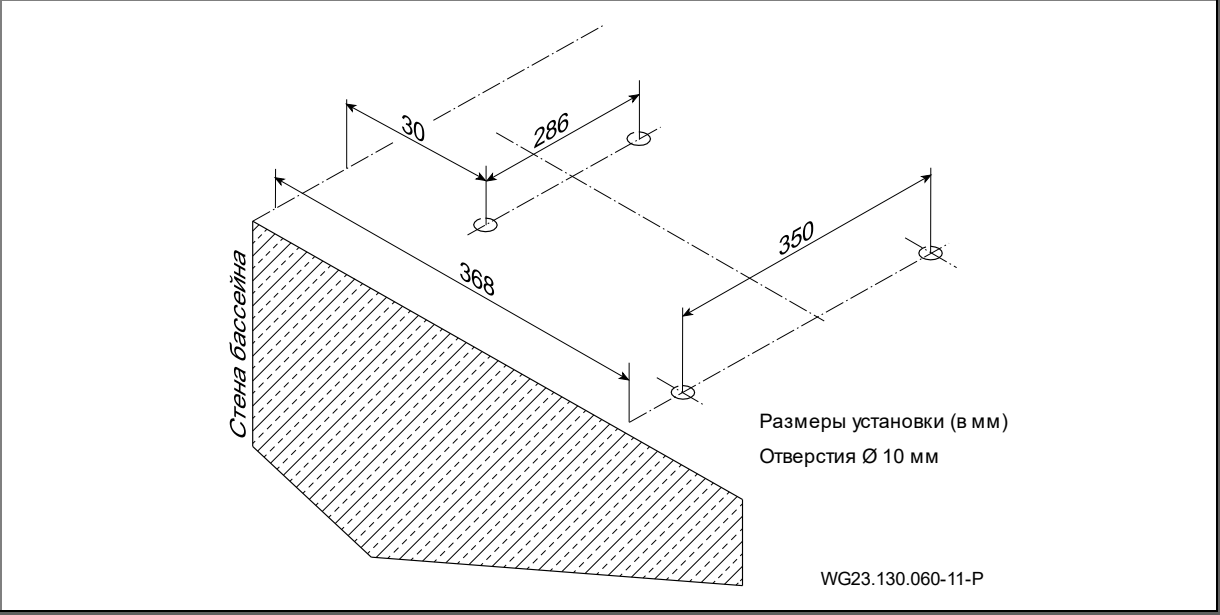
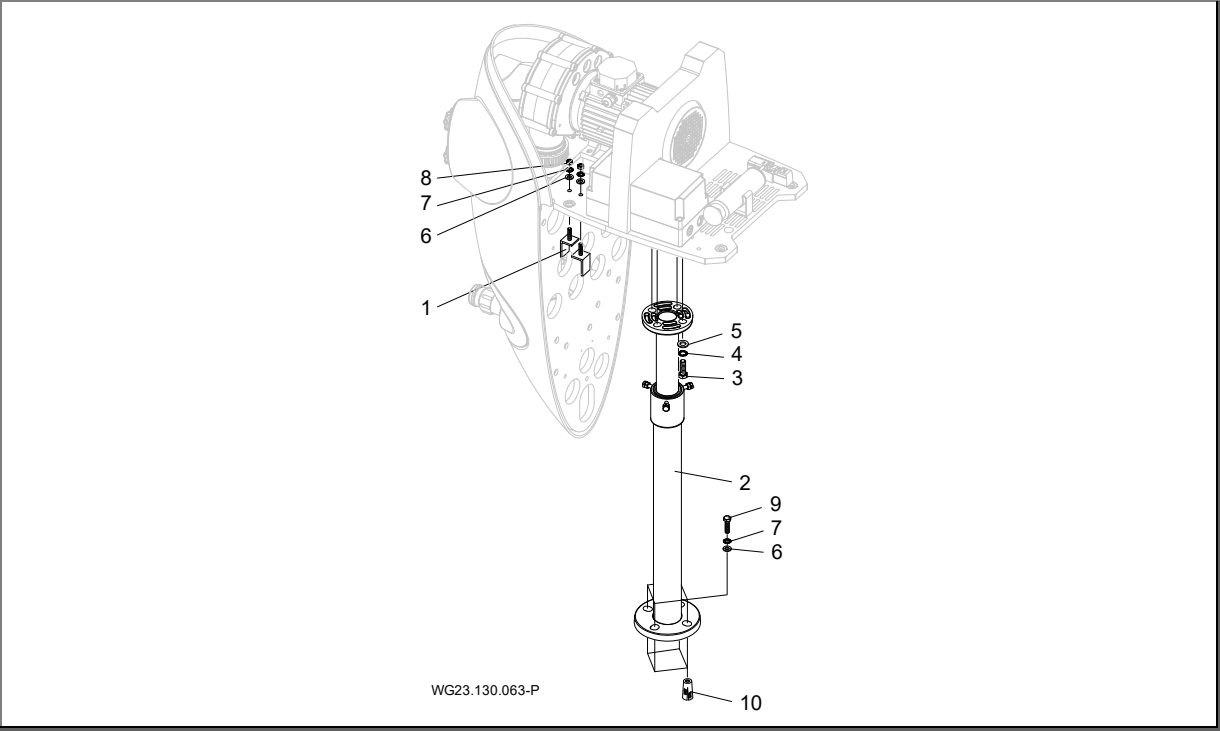
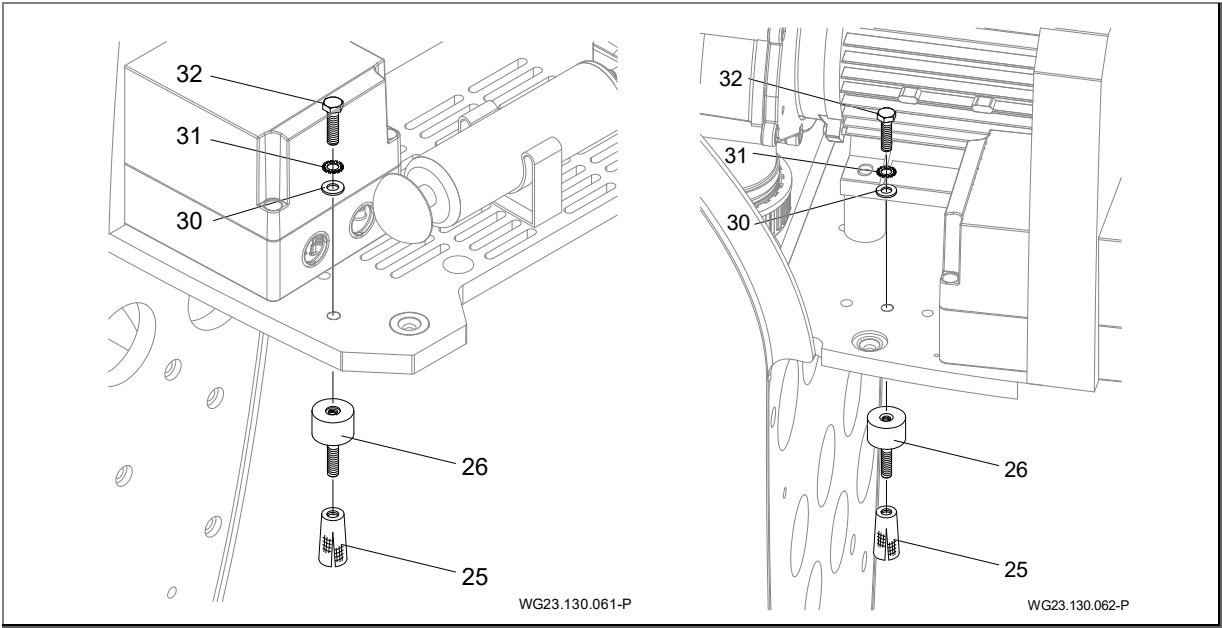

Рис. 99
Рис. 100
Рис. 101
- Место расположения следует выбрать и подготовить согласно "Рис. 99" на стр. 170. Место расположения следует выбрать и подготовить согласно. См. "Рис. 100" на стр. 170.
- Приподнимите установку и просверлите в размеченных местах отверстия диаметром Ø 10 мм. См. "Рис. 99" на стр. 170.
- Вставьте распорный дюбель (25) и навинтите резино-металлический буфер (26). См. "Рис. 101" на стр. 171.
- Разместите установку на резино-металлических буферах и закрепите ее с помощью винтов с шестигранной головкой (32), зубчатых шайб (31) и прокладочных шайб (30). См. "Рис. 100" и "Рис. 101" на стр. 171.